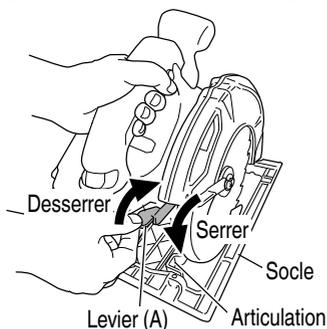
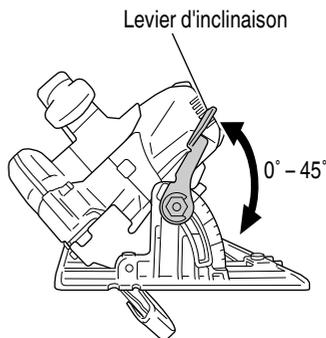
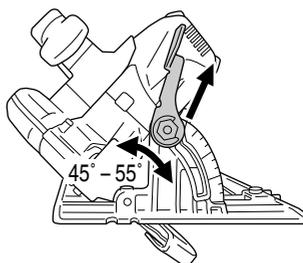

Fig. 18
Fig. 19
Fig. 20
Si le levier de profondeur de coupe pour ajuster la profondeur de coupe (Fig. 18) et le levier d'inclinaison pour ajuster l'angle d'inclinaison (Fig. 19) sont lâches, des blessures peuvent en résulter. S'assurer qu'ils sont solidement serrés. Bien s'assurer qu'ils sont serrés à fond.
- Réglage de la profondeur de coupe (Fig. 18)
Comme l'illustre la Fig. 19, desserrer le levier d'inclinaison de la jauge d'inclinaison et l'écrou d'inclinaison à oreilles permet d'incliner la lame de scie d'un angle maximal de 45° par rapport au socle. Si un angle d'inclinaison de plus de 45° est utilisé, comme illustré à la Fig. 20, déplacer le levier d'inclinaison vers l'extérieur. La lame de scie peut être inclinée à un angle maximal de 55° par rapport au socle.
Si le levier qui permet de régler la profondeur de coupe (Fig. 18) est mal vissé, il y a risque de blessure. Bien vérifier qu'il est vissé à fond.